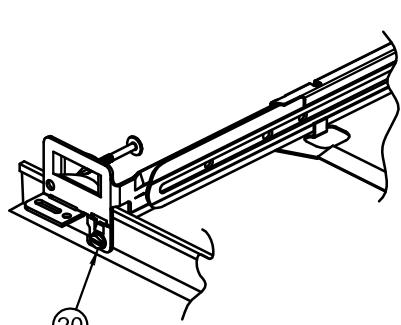
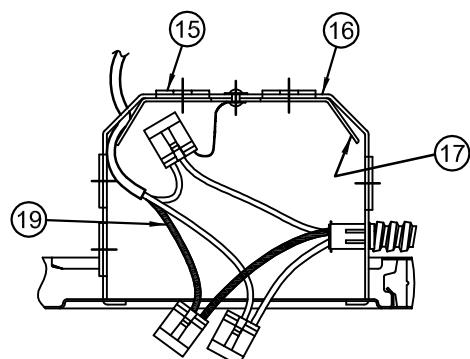

FIG.3
FIG.4
1. For Wooden Joists: Use the Centering Notches (4) located on the Plaster Frame to position the Fixture. Extend the Bar Hangers (6), use joist alignment tabs to locate fixture and hammer the 4 Nails (7) into Joists (8). Drive additional nails through holes in Bar Hanger for alternate support if required. Bars may be shortened at score mark to fit tight mounting conditions and joist alignment tabs removed to adjust vertically as needed by breaking off with pliers.
2. On Suspended Ceilings: Place the Fixture on the ceiling grid with the "T" Bars (9) running through the Bar Hanger Notches (10). Using a flat head screwdriver or other tool, bend the integral t-bar mounting tabs (11) downward to a vertical position (Fig. 3). Secure housing to the support structure with tie wire (supplied by others) in the holes supplied. Sheetmetal screws (supplied by others) can also be used in the holes supplied (20).
3. Locate Housing along Bar Hanger in desired position and, using pliers, squeeze the 4 Locking Tabs (12) on the Plaster Frame (13) tightly over the Bar Hangers to prevent further Housing movement. Bar Hangers (6) may be installed in alternate Slots (23) if mounting conditions require.
4. Unsnap Junction Box Cover (14) by lifting the Leaf Spring.
5. Run supply wires through UL Listed connectors (not supplied) in one of the five Pryouts (15) on the Junction Box (16) or Type NM cable (ROMEX) through an Opening above the Wire Retaining Plate (17). Connect Supply Wires (19) as shown in Fig 4 & 5. Replace Cover.
7. Loosen Screws (21) to adjust Housing (3) for variations in ceiling thickness. Bottom of Housing should be flush with ceiling (22) within tolerance. Slot Covers (18) can be rotated 180 degrees in thick ceiling applications to maintain Air-Tight requirements, "V" should be facing outward.
1.- Pour les solives en bois : Utilisez les encoches de centrage (4) situées sur l'encadrement en plâtre pour positionner le luminaire. Allongez les barres de suspension (6), utilisez les languettes d'alignement des solives pour situer le luminaire et enfoncez les 4 clous (7) avec un marteau dans les solives (8). Enfoncez des clous supplémentaires dans les trous de la barre de suspension pour un soutien de remplacement au besoin. Les barres peuvent être raccourcies à la marque pour convenir à des conditions de montage serré et les languettes d'alignement des solives peuvent être retirées pour être réglées verticalement selon les besoins en les cassant avec des pinces.
2.- Sur les plafonds suspendus : Placez le luminaire sur la grille du plafond avec les barres en « T » (9) le long des encoches des barres de suspension (10). En vous servant d'un tournevis à tête plate ou d'un autre outil, pliez intégralement les languettes de montage des barres en T (11) vers le bas en position verticale (Fig. 3). Fixez solidement le boîtier à la structure de soutien avec un fil d'attache (fourni par d'autres) dans les trous fournis. Les vis à tôle (fournies par d'autres) peuvent également être utilisées dans les trous fournis (20).
3.- Situez le boîtier le long de la barre de suspension en position souhaitée et, en vous servant d'une pince, pressez bien les 4 languettes de verrouillage (12) de l'encadrement en plâtre (13) sur les barres de suspension pour éviter tout autre mouvement du boîtier. Les barres de suspension (6) peuvent être installés dans d'autres fentes (23) si les conditions de montage l'exigent.
4.- Libérez le couvercle de la boîte de jonction (14) en soulevant le ressort à lames.
5.- Acheminez les fils d'alimentation électrique par les raccords homologués UL (non fournis) dans l'un des cinq couvercles amovibles (15) de la boîte de jonction (16) ou par un câble de type NM (ROMEX) par une ouverture au-dessus de la plaque de retenue des fils (17). Raccordez les fils d'alimentation électrique (19) tel qu'il illustré dans les Fig. 4 et 5. Remettez le couvercle en place.
1.- Para vigas de madera: Usar las muescas de centrado(4) en el marco de yeso para colocar la instalación. Extender los colgadores de barra (6), usar las pestañas de alineación de la viga para ubicar la instalación y martillar los 4 clavos (7) para insertarlos en las vigas (8). Insertar clavos adicionales a través de los orificios en el colgador de barra si se requiere más soporte. Las barras pudieran recortarse hasta la incisión de marca para ajustar las condiciones de montaje, así como quitarse las pestañas de alineación de la viga para ajustar verticalmente según sea necesario, partiéndolas con alicates.
2.-En suspensión del cielo raso: Colocar la instalación en la rejilla del cielo raso con las barras en T (9) pasando a través de las muescas del colgador de barra (10). Usar un destornillador de cabeza plana u otra herramienta para doblar las pestañas (11) de montaje de la barra en T hacia abajo hasta la posición vertical (Fig. 3). Asegurar la carcasa a la estructura de soporte con alambre de amarre (suministrado por terceros) en los orificios preexistentes. En ellos pueden usarse también tornillos para láminas de metal (20) (suministrados por terceros).
3.- Ubicar la carcasa junto al colgador de barra en la posición deseada y emplear alicates para apretar las 4 pestañas de bloqueo (12) en el marco de yeso (13) con firmeza sobre los colgadores de barra a fin de impedir todo desplazamiento ulterior de la carcasa. Los colgadores de barra (6) pueden instalarse en ranuras alternas (23) si lo requieren así las condiciones de montaje.
4.- Retirar la tapa de la caja eléctrica (14) levantando el muelle de ballesta.